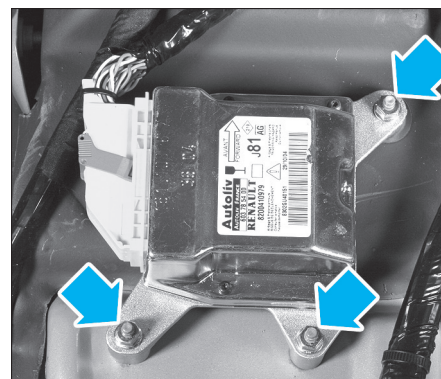

FIG. 15
- Déposer les trois vis de fixation du calculateur (fig. 15).